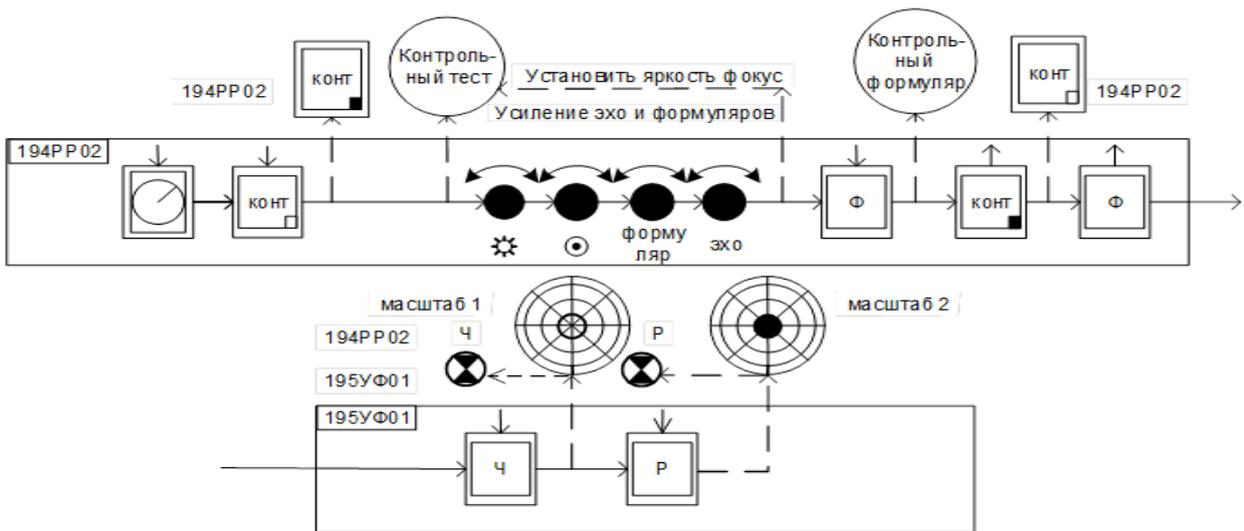

Рис. 7.10. Проверка системы отображения информации
4. Проверка системы отображения информации (рис. 7.10).